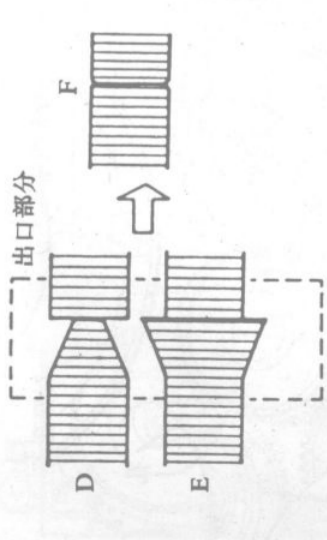

图 62
④ 如果 RF 包络出现如图 62 中“D”或“E”所示的波形, 必须调整磁带出口导柱 P3; 用调整导柱 P2 的同样方法, 来调整导柱 P3, 使出口处的波形变平直, 如图 62 中“F”所示;